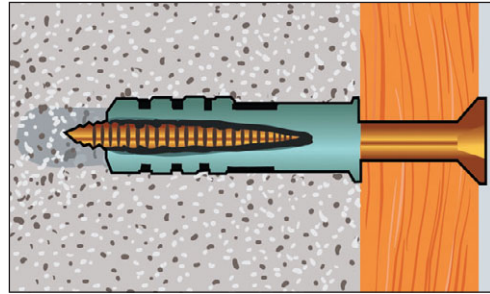

Рис. 1.51. Дюбель в стене
- **Дюбели** крупных размеров необходимы для крепления сантехнических приборов к стене (рис. 1.51).